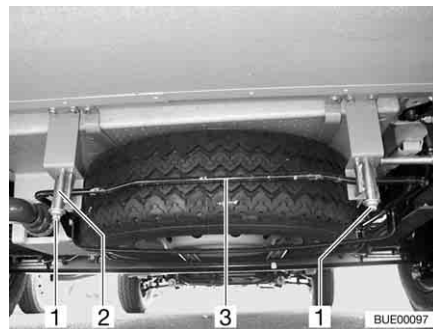

Fig. 296 Système de maintien de la roue de secours (panier)
- Desserrer les écrous (Fig. 296,1) des crochets arrière droit et gauche (Fig. 296,2) du système de maintien de la roue de secours.
- Pousser légèrement le tenon (Fig. 296,3) vers le haut. Tirer simultanément le crochet vers le bas et décrocher le tenon.